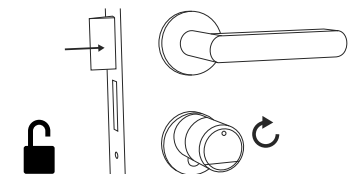
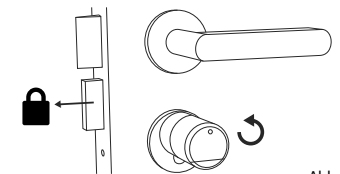

Abb. 9
Abb. 10
- 3 Wenn der eingegebene Fingerprint korrekt ist, leuchtet das Zylinderstatus-Symbol (☉) und die Tür kann aufgeschlossen (Abb. 9) oder abgeschlossen werden (Abb. 10).